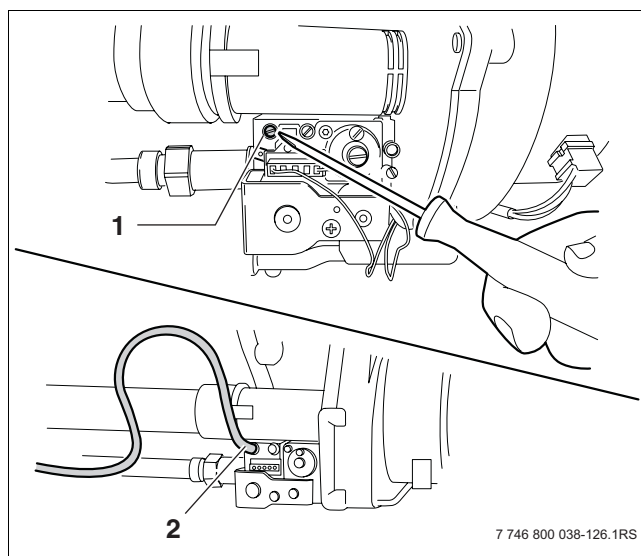

Fig. 49 Gastoevoerleiding ontluchten
- Draai de sluitschroef op de testnippel voor gasaansluiting en ontluchting (fig. 49, **pos. 1**) twee slagen open en plaats er een slang op (fig. 49, **pos. 2**).